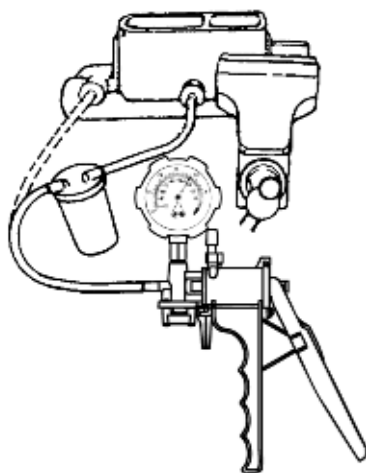

FIGURA 16:
- 3) Quite un tapón del cilindro maestro y conecte el adaptador apropiado a este orificio de salida del cilindro maestro. Conecte el tubo de la bomba al vaso del depósito y el tubo del vaso a la manguera al adaptador (FIGURA 16).